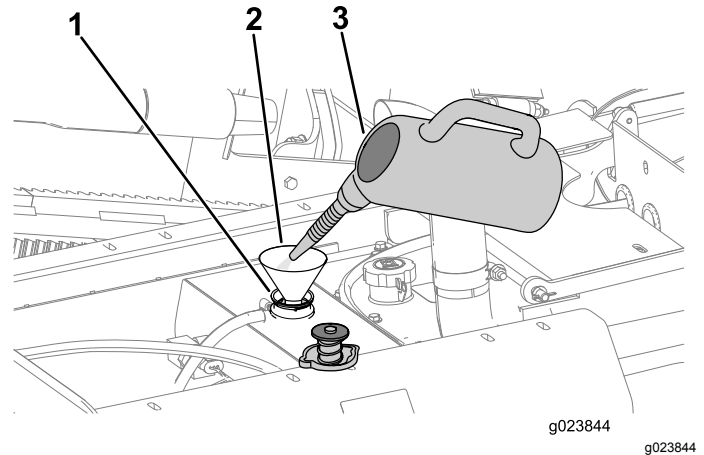

Figura 112
B. Añada una solución de limpieza para sistemas de refrigeración al radiador por el cuello de llenado (Figura 112).